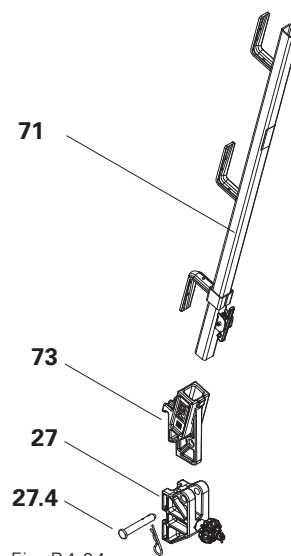

Fig. B4.04
1. Relier le support de garde-corps avant DUO (73) et la fixation d'étais DUO (27) à l'aide de broches et de goupilles de sécurité (27.4).
2. Accrocher la fixation d'étais DUO (27) à l'aide d'une vis d'ancrage transversal, dans un point de raccordement (10.3), dans la partie supérieure du panneau.
5. Insérer le montant PP (71) dans le support de garde-corps avant DUO. (Fig. B4.04)